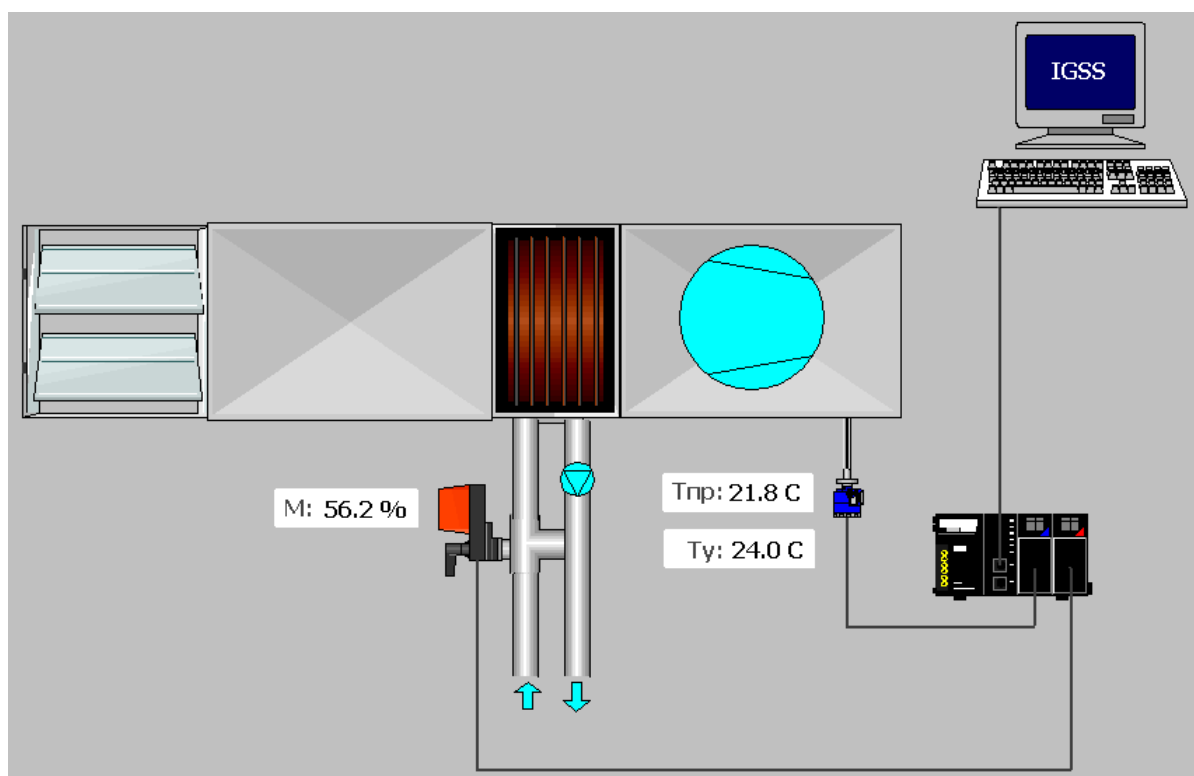

Рис. 6. — Мнемосхема приточно-вытяжной установки
- 11 Размещаем на диаграмме созданные объекты. Результат показан на рис. 6.